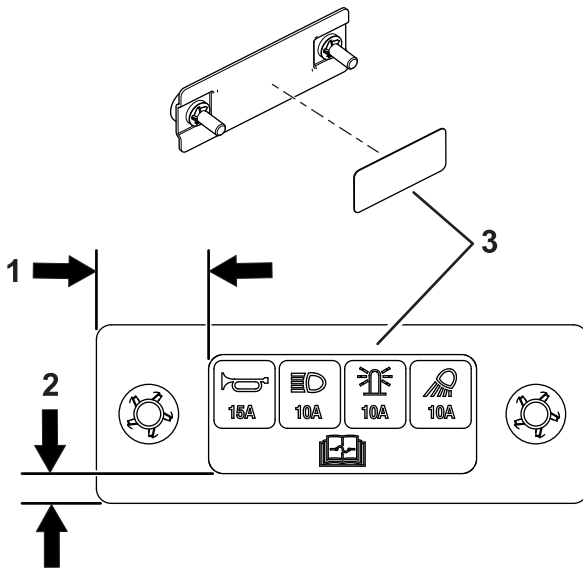

**Figura 11**
10. Instale la tapa del fusible en el soporte de los interruptores usando 2 tornillos moleteados y 2 tuercas rápidas (Figura 11).
**Nota:** Asegúrese de que las tuercas rápidas se instalan en el interior de la tapa del fusible (Figura 11).